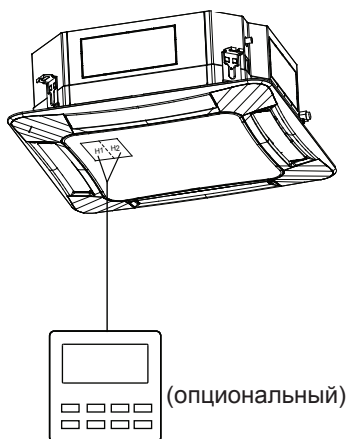
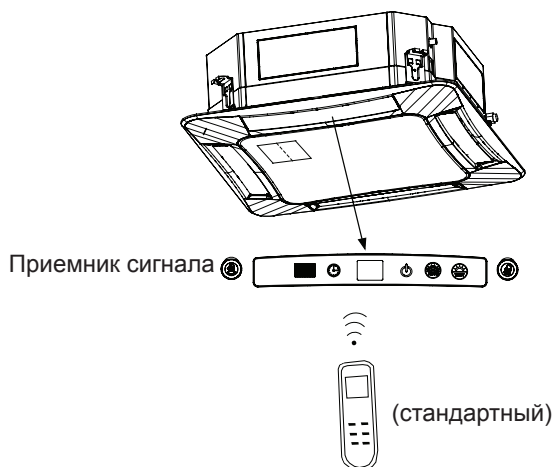

Рис.5.4.1
Рис.5.4.2
- (2) Заведите линию связи через отверстия для проводки.
- (3) Подключите провод связи к клеммам H1 и H2 4-разрядной клеммной панели.
(4) Закрепите провод связи стяжкой.
(5) Инструкции по выполнению электромонтажа приемника сигналов и проводного пульта управления:
16) проводной пульт управления (стандартный), как показано на рис. 5.4.1, беспроводной пульт управления (опциональный), как показано на рис. 5.4.2, приемник сигнала поставляется с панелью в качестве стандартной принадлежности.